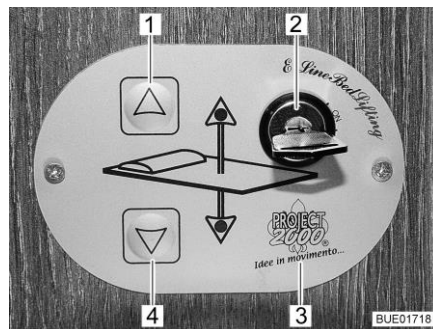
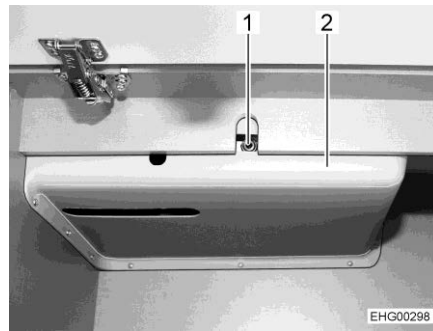

Bild 143 Kontrollenhet
Bild 147 Åtkomst till drivenheten
Med knapparna (Bild 143,1 och 4) på kontrollenheten (Bild 143,3) sänks och lyfts den höjbara sängen. Med nyckelbrytaren (Bild 143,2) säkras kontrollenheten mot obehörig användning.
- Vrid nyckeln i nyckelbrytaren (Bild 143,2) 90° medurs. Kontrollenheten (Bild 143,3) är aktiverad.
- Tryck på pilknappen (Bild 143,4) och håll den så länge intryckt till den höjbara sängen sänks ned till önskad position.
- Tryck på pilknappen (Bild 143,1) och håll den så länge intryckt till den höjbara sängen lyfts fram till gränsställningen.
Om den höjbara sängen inte längre kan flyttas med pilknapparna (Bild 143,1 och 4) kontrollera först säkringen bakom panelen (Bild 147,2) (se avsnitt 9.12.1). Om säkringen är OK och den höjbara sängen ändå inte kan röras, manövrera den höjbara sängen manuellt.
- Stick den medföljande veven eller insexnyckeln i hållaren vid motorn (Bild 147,1).